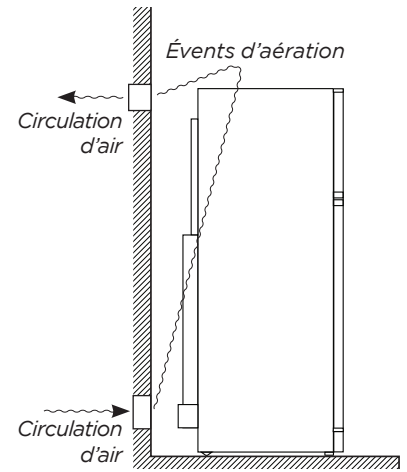

Fig. 4 Circulation d'air - pour évacuer la chaleur emprisonnée
- Pour minimiser l'accumulation de chaleur, nous vous recommandons de pratiquer des ouvertures pour installer deux événements de circulation d'air. Installez l'un des événements à 6 po du plancher et l'autre sur le haut ou au-dessus de l'appareil. Il est conseillé d'installer des événements de reprise d'air frais à volets réglables. Ceci permettra à l'air chaud de s'échapper de cette zone et améliorera la circulation de l'air le long des serpentins (à l'instar de la circulation d'air le long d'un radiateur) – **Voir Fig. 4.**